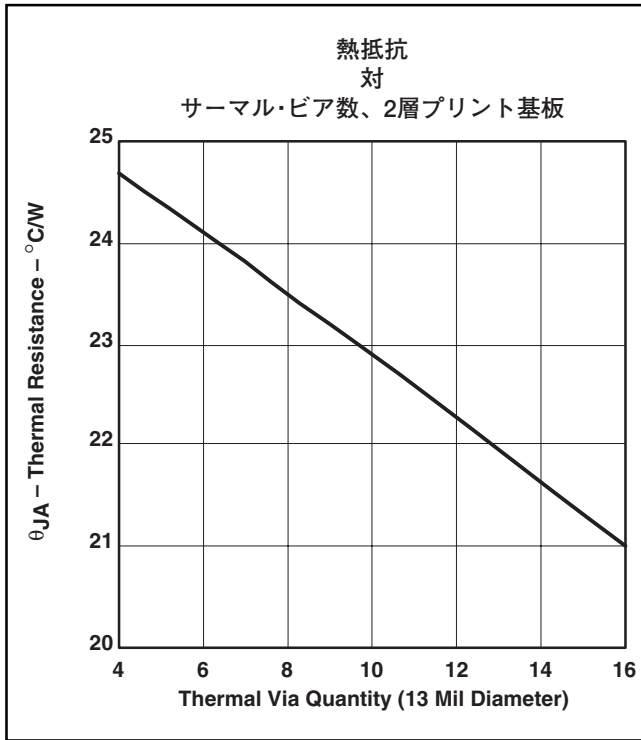

図39. 熱抵抗
(2層プリント基板、5平方インチ、銅、図39参照) (8)
図39は、パワーパッドの下に設けたサーマル・ヴィアの個数がプリント基板の熱的特性に与える効果を示します。この実験は、半田面上に3平方インチの銅がある2層プリント基板で行いました。最適な熱特性には、少なくとも16個のヴィアを4×4の形状でパワーパッドの下に使用します。この4×4の形状のレイアウト例は、TPA3002D2EVMユーザーズ・マニュアル、SLOU115を参照願います。プリント基板のgerberファイルは、ご要求願います。